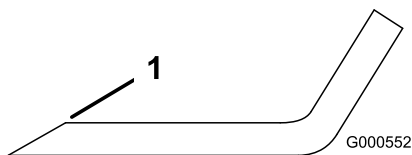

Figura 79
1. Folosii o pilă pentru a ascui marginea de tăiere la ambele capete ale lamei (Figura 79).
Notă: Dacă lama nu este echilibrată, pili numai din capătul suprafeței velice (Figura 79).